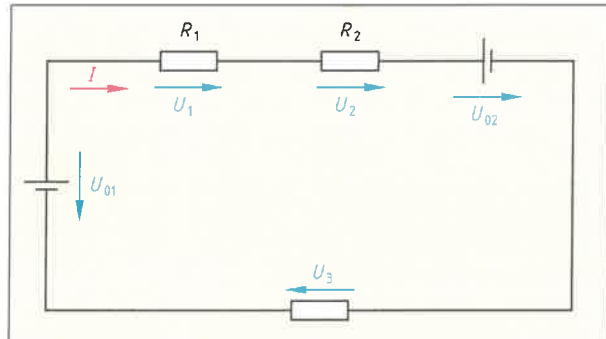

Bild 1: Reihenschaltung von drei Widerständen
7. a) Stellen Sie die Maschenregel für die Reihenschaltung nach Bild 1 auf und berechnen Sie daraus die Spannung  $U_2$  für die Zählrichtung im Uhrzeigersinn und